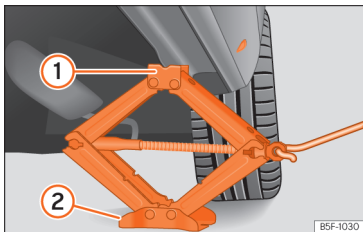

Abb. 199 Längsholm: Wagenheber ansetzen.
- Drehen Sie die Kurbel des unter dem Aufnahmepunkt des Längsträgers befindlichen Wagenhebers, bis sich die Nase (1) » » » [Abb. 199] unter der vorgesehenen Einführung befindet.
- Richten Sie den Wagenheber so aus, dass sein Aufnahmehorn (1) in die dafür vorgesehene Aufnahme am Längsträger „greift“ und die bewegliche Grundplatte (2) plan auf dem Boden aufliegt. Die Bodenplatte (2) muss sich dabei senkrecht unter dem Aufnahmepunkt (1) befinden.